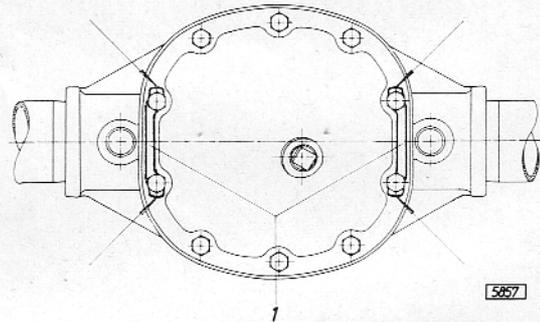

Bild B 40 - Befestigung Hinterachsgehäusedeckel
**Nach einer Fahrstrecke von 1000 km Schrauben auf das vorgeschriebene Drehmoment nachziehen und die 4 Lappen der Sicherungsbleche umbiegen** (Pfeile in Bild B 40). Diese Arbeit ist mit dem 1000-km-Ölwechsel durchzuführen.